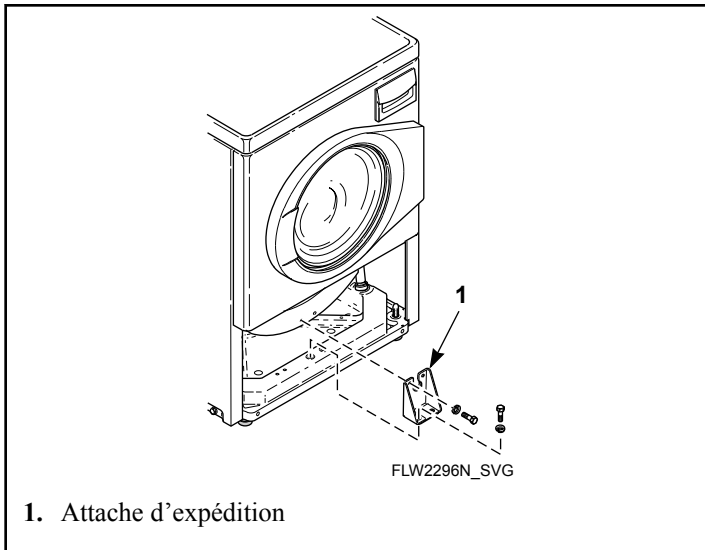

Figure 23
4. Fixer l'entretoise d'expédition au contrepoids et au châssis à l'aide de quatre boulons et rondelles. Se reporter à la *Figure 23*.